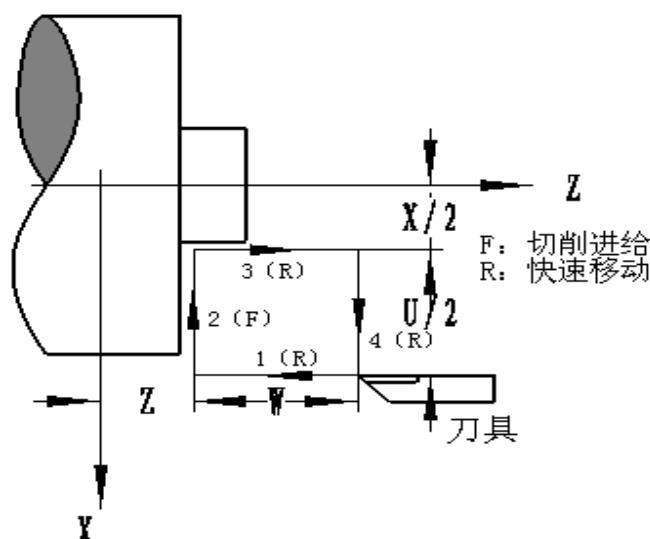
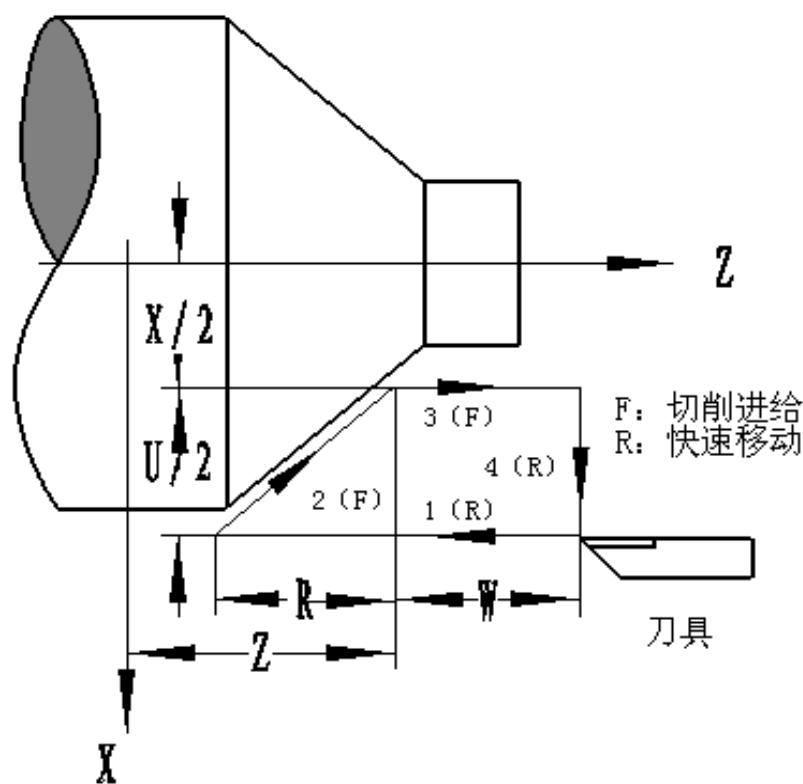

图 2-18
图 2-19
**指令格式:** G94 X (U) \_Z(W)\_R\_F\_;
**功能说明:** G94 指令可实现端面以及锥度端面的单一循环加工，循环完毕后刀具返回起刀点位置（轨迹 1 的起点），如图 2-18 和图 2-19。图中 (F) 线段表示切削进给，(R) 线段表示快速移动。
**G94 X (U) \_Z(W)\_F\_;**